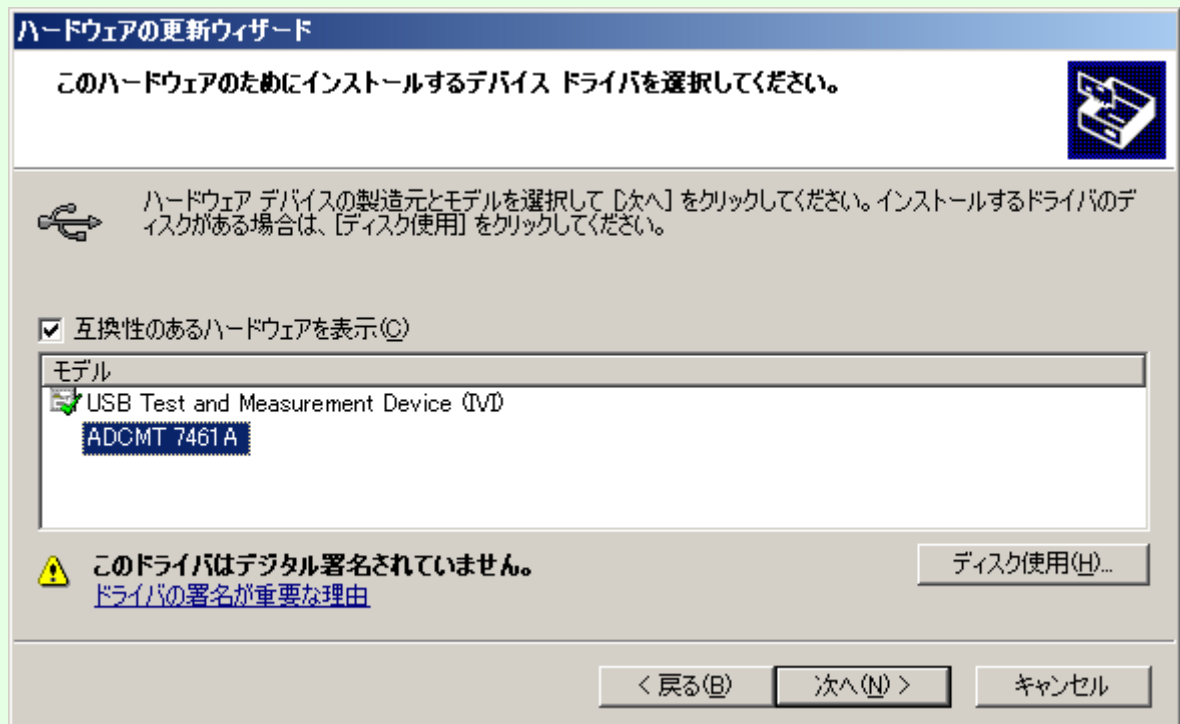

図 1-7
⑥ モデルから「ADCMT 7461A」（製品例）を選択して「次へ(N)>」を押します。（図 1-7）